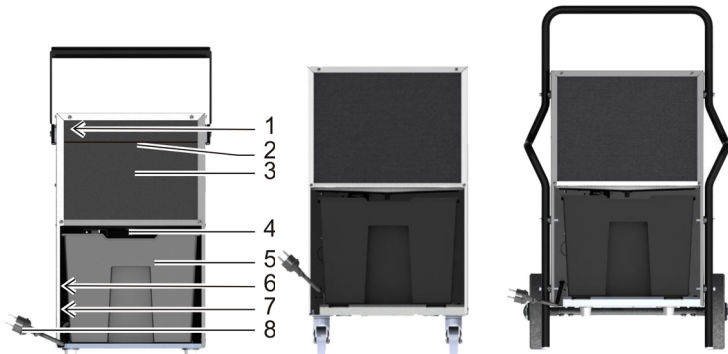

Abb. 2: Luftentfeuchter Serie AD 520 / 540, AD 560 / 580, AD 660 / 680 (Rückansicht)
Der Wasserauffangbehälter befindet sich im Luftentfeuchter (Abb. 2, Pos. 5). Der Füllstand des Wasserauffangbehälters wird bei allen Modellen über einen Schwimmer gemessen und der Luftentfeuchter ausgeschaltet, wenn der Behälter voll ist.
3. Befestigen Sie den Kondensatablaufschauch am Kondensatablaufstutzen (Abb. 2, Pos. 4) und sichern Sie ihn mit einer Schlauchschelle.